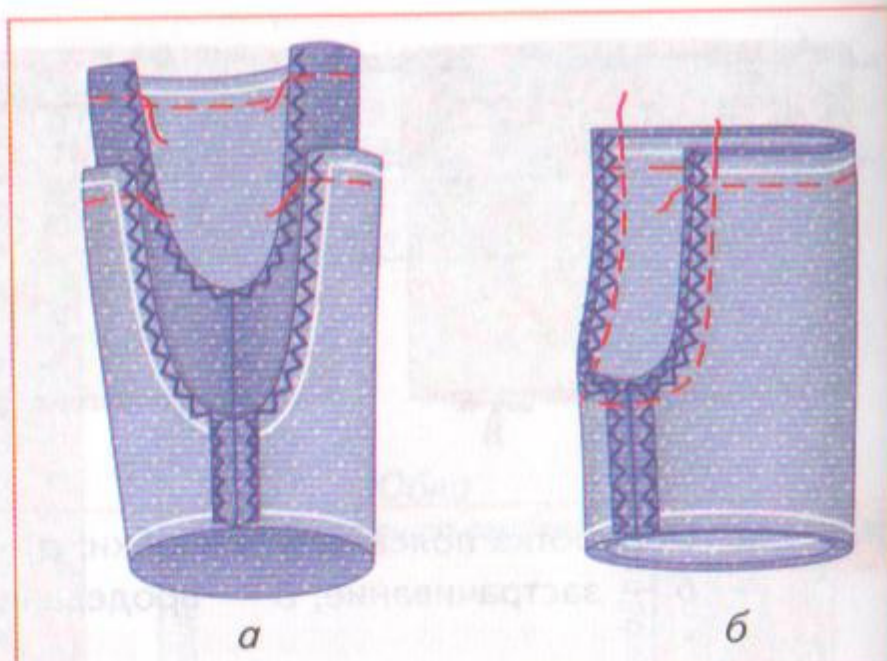

Рис. 119 Обработка среднего шва шорт
2. Выверните на лицевую сторону одну деталь и вложите её в другую лицевыми сторонами внутрь (рис. 119, а), совместив шаговые швы и срезы среднего шва. Сколите их булавками, сметайте средний шов (рис. 119, б).